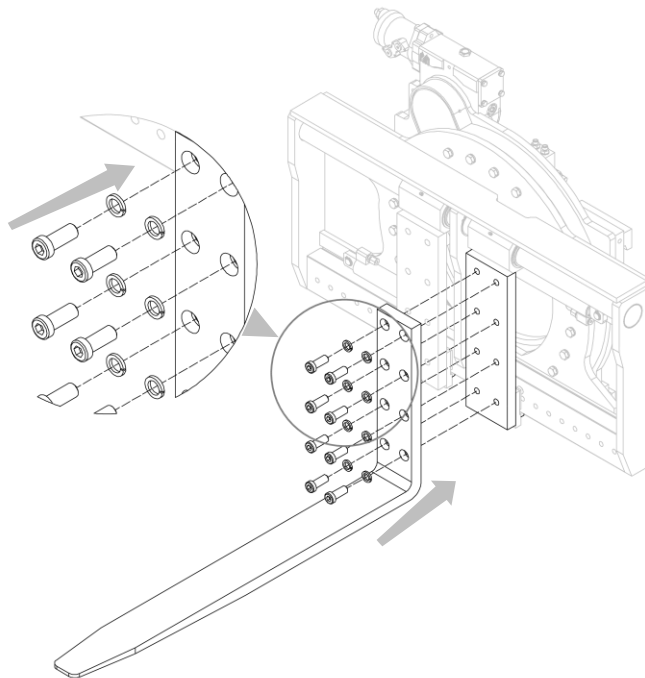

Figura 17
1. Applicare le forche agli appositi piattelli di scorrimento, avvitando le relative viti che le bloccano (vedi *Figura 17*).